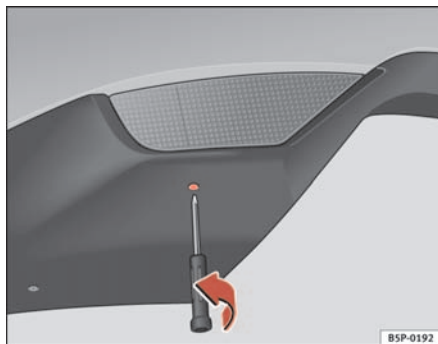

Abb. 192 Ansicht von unten der im Stoßfänger eingebauten Leuchte
- Den Kreuzschlitzschraubenzieher in die Öffnung unten an der Leuchte ansetzen und die Schraube in Pfeilrichtung herausdrehen ⇒ Abb. 192.